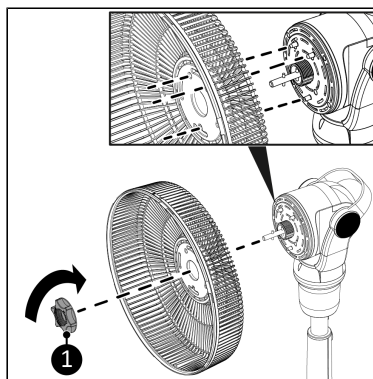

Abbildung 46.
11. Platzieren Sie die Gittermutter (Abbildung 46, Pos. 1) und drehen Sie sie im Uhrzeigersinn, um das hintere Gitter zu befestigen.